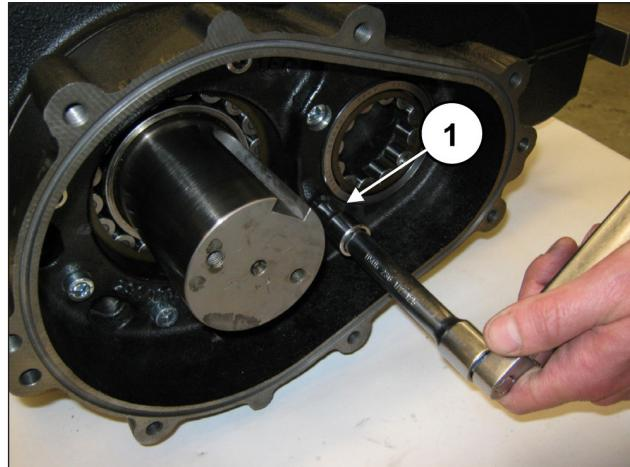

Fig. 66
Apretar los 8 tornillos M10x40 (pos. ①, Fig. 66).